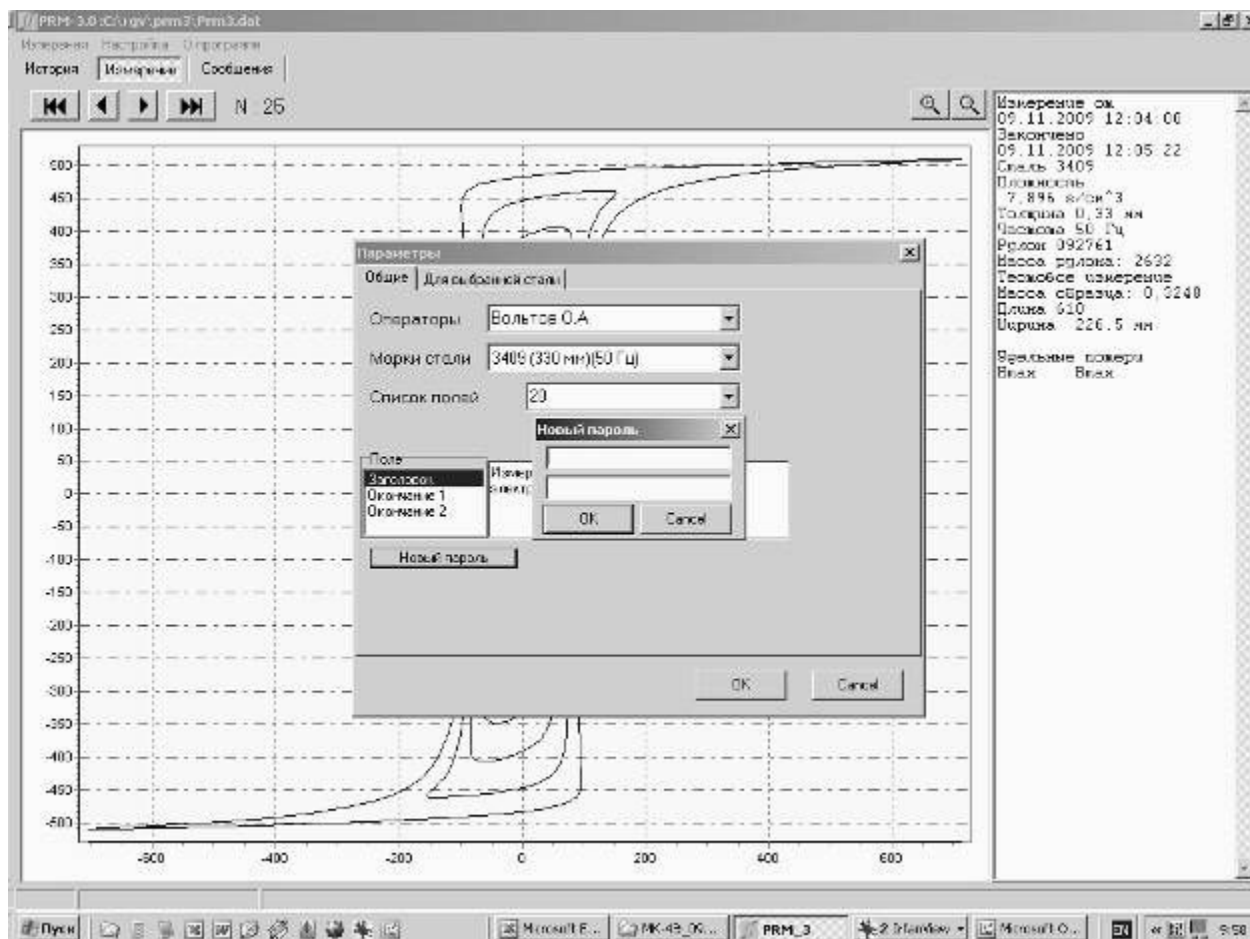

Рис.3 Настройка\Параметры\Общие\Новый пароль
- 2.3.2.7 При необходимости ответственный может изменить пароль. Для этого надо нажать кнопку "Новый пароль" и в полях появившегося окна (Рис. 3) ввести новый пароль, который следует запомнить.